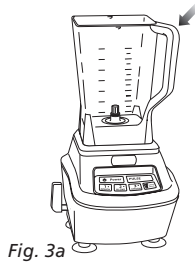

Fig. 3a
- 4 Le pichet peut être placé sur la base du moteur de deux façons; la poignée peut être sur le coin droit devant ou sur le coin gauche devant. (Fig. 3a, Fig. 3b)